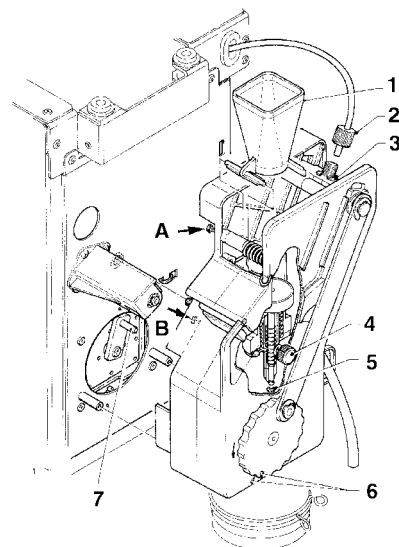

Fig. 17
- desligar do pistão superior o tubo de teflon de ligação com a caldeira, tomando o cuidado de não perder a junta (ver a Fig. 17);
- Afrouxar os parafusos A e B o bastante para se livrar o funil do café (ver a Fig. 17);